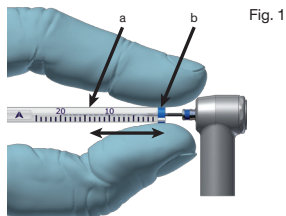

Fig. 1
3. Fije la longitud de trabajo del conducto mediante la regla del tubo de plástico (a) para ajustar la parada de la endodoncia (b) (Fig. 1).
3. Determinare la lunghezza di lavoro del canale facendo riferimento alla scala graduata sul tubo in plastica (a) per regolare l'endo stop (b) (Fig. 1).
3. Defina o comprimento de trabalho do canal utilizando a régua no tubo plástico (a) para regular o endo stop (b) (Fig. 1).